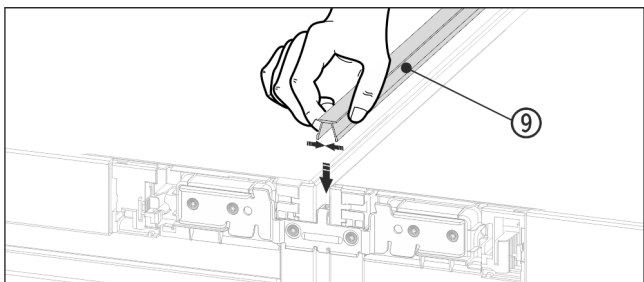

Fig. 25
- ▶ Sur le côté supérieur, pousser la baguette Fig. 25 (9) courte dans la fente horizontale.